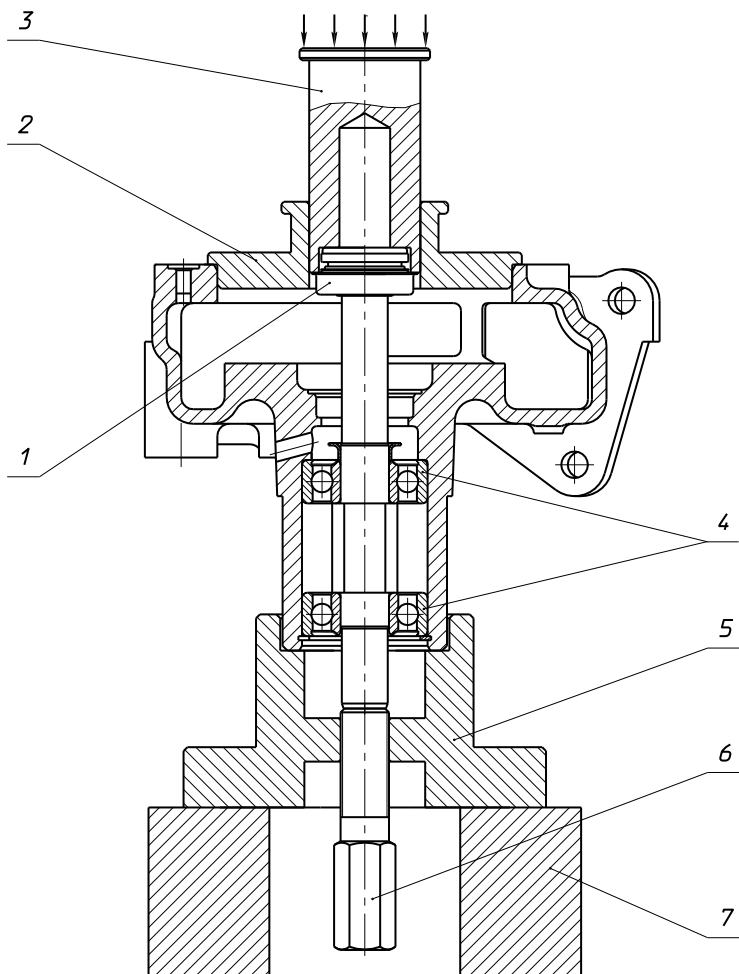

Рис. 25. Установка торцевого уплотнения "КАСО"
1. Установить корпус насоса в сборе с валом и подшипниками через специальную проставку 5 вертикально на жесткую опору 7, которая имеет внутреннее отверстие для размещения установочного винта 6 (см. рисунок 25).
На рисунках 26 - 29 приводятся эскизы для изготовления деталей приспособления по сборке водяного насоса при установке уплотнения «КАСО» (см. рисунок 25). Материал деталей – сталь.